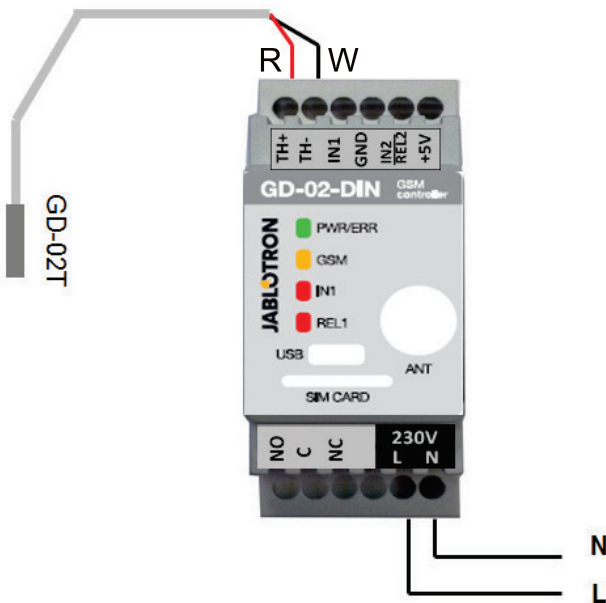

Figure 4: Mesure de la température
- Faire attention à la bonne polarité lorsque le capteur de température digital est connecté (fil rouge = TH+, fil blanc = TH-). Voir la figure 4.